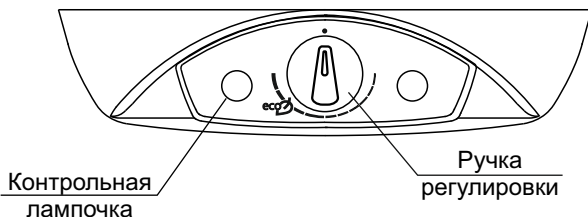

Рисунок 2 - Панель управления ЭВН моделей **W50V1, W80V1, W100V1, W120V1, W50V10, W80V10, W100V10, W120V10**
- в ЭВН моделей **W50V1, W80V1, W100V1, W120V1, W50V10, W80V10, W100V10, W120V10** регулировка осуществляется с помощью ручки регулировки. Поворотом ручки по часовой стрелке увеличивают температуру нагрева воды, поворотом ручки против часовой стрелки - уменьшают. Для ориентации на шкале обозначено положение ручки регулировки «**eco**», соответствующее нагреву воды примерно до 60°C (см. рисунок 2).